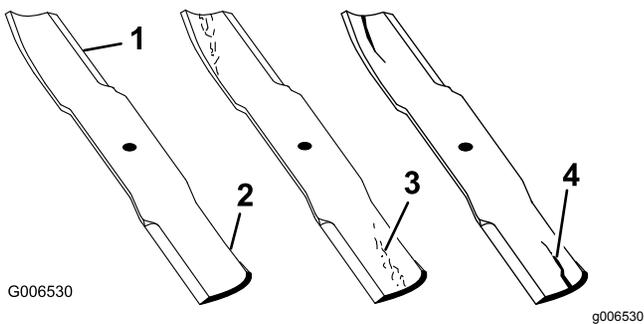

Figura 108
- Controllate i taglienti (Figura 108).
- Se notate incrinature, usura o scanalature in questa zona, montate immediatamente una nuova lama (Figura 108).